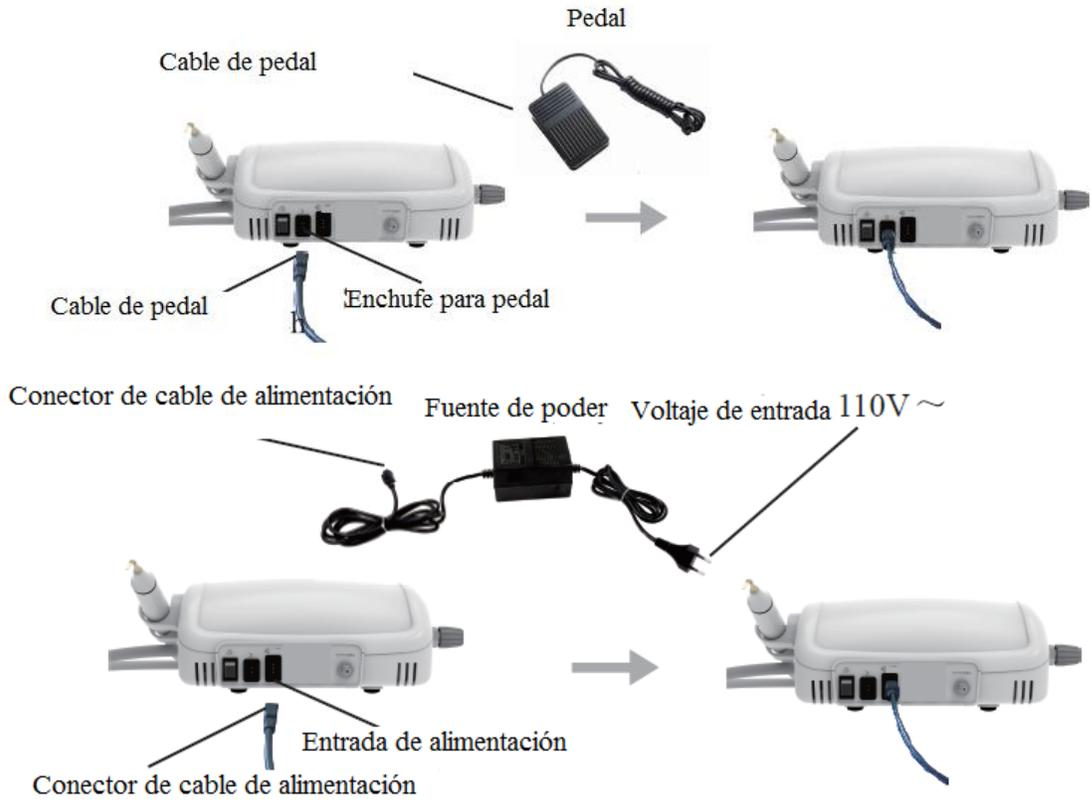

Figura 2
- b) La figura 2 muestra el mapa guía para conexión de pedal, la alimentación y unidad principal.
- c) Enchufe el conector del pedal en el lugar correspondiente (figura 2).
- f) Conecte la unidad principal con el conector de salida de la fuente de alimentación, luego conecte a la fuente de poder (figura 2).